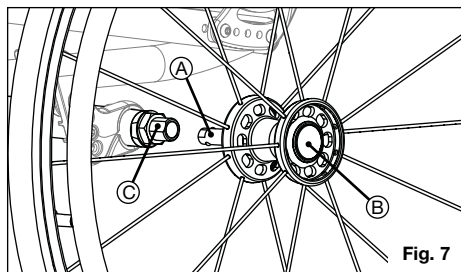

Fig. 7
- a. Presione el botón de liberación rápida (Fig. 7:B) en el eje (Fig. 7:A) para permitir que las bolas de bloqueo se retraigan. Preste atención a la diferencia entre las posiciones sobresalida y contraída del botón de liberación del eje, y cómo influye sobre las bolillas bloqueadoras en el otro extremo del eje.
- c. Presione nuevamente el botón de liberación rápida y deslice el eje dentro del manguito del eje (Fig. 7:C).